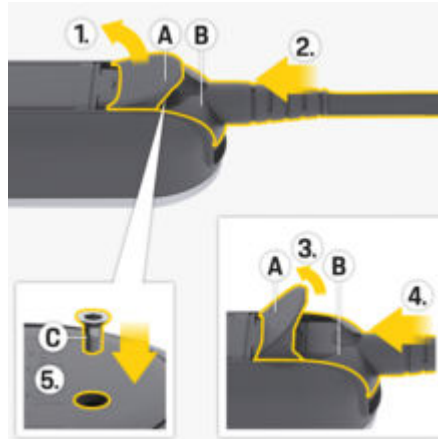

Abb. 14 Netzkabel befestigen und Stecker fixieren
1. Klappe **A** (Abb. 14) um etwa 15 Grad öffnen (nur so weit, dass der Stecker **B** (Abb. 14) in die Bedieneinheit passt).
2. Stecker **B** (Abb. 14) bis zum ersten Widerstand in die Bedieneinheit einschieben.
3. Klappe **A** (Abb. 14) ganz öffnen.
4. Stecker **B** (Abb. 14) vollständig einschieben.
5. Klappe **A** (Abb. 14) ganz schließen und mit der Schraube **C** (Abb. 14) festschrauben.